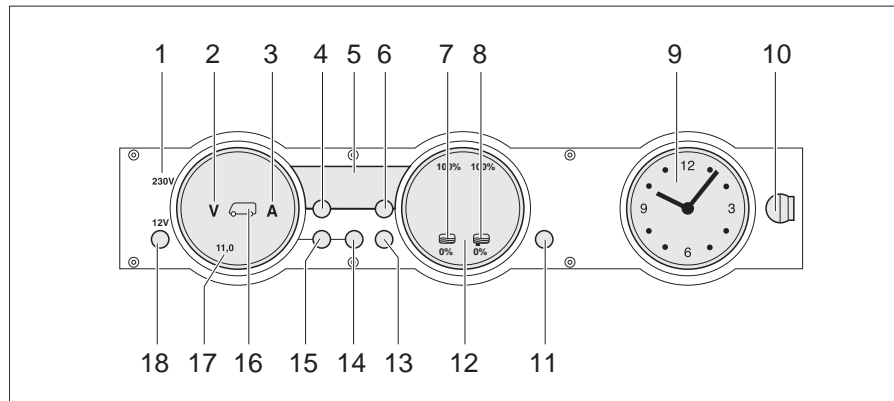

Bild 170 Panel MP 20-T
230 V-kontrollampan (Bild 170,1) lyser när nätspänningen ligger på el-blockets ingång.
Med huvudbrytaren 12 V (Bild 170,18) kopplas panelen och bodelens 12 V-försörjning till eller från.
- Tryck kort på knappen "12 V" (Bild 170,18). 12 V-försörjningen för bodelen är påslagen. Kontrolllampan "12 V" lyser.
- ▷ Efter aktivering av försörjningen: om lysdioden "11,0" för voltindikeringen samt symbolen volt "V" (Bild 170,2) på indikeringsinstrumentet för batterierna (Bild 170,17) blinkar är bodelsbatteriets spänning för låg. Ladda batteriet.
- ▷ Efter aktivering av försörjningen: om kontrolllampan "12 V", symbolen bodelsbatteri (Bild 170,16) och symbolen volt "V" (Bild 170,2) blinkar tre gånger är batterifrånkopplingen aktiverad. Avaktivera batterifrånkopplingen.
- Tryck kort på knappen "12 V" (Bild 170,18). 12 V-försörjningen för bodelen är avstängd. Kontrolllampan "12 V" slocknar.
- Tryck på knappen bodelsbatteri (Bild 170,14) och håll den intryckt i ca 10 sekunder. Symbolerna volt "V" (Bild 170,2) och ampere "A" (Bild 170,3) blinkar tre gånger. Bodelsbatteriet är frånkopplat från 12 V-nätet.
- Tryck på knappen "12 V" (Bild 170,18) och håll den intryckt i ca 5 sekunder. Symbolen volt "V" (Bild 170,2) blinkar tre gånger. Bodelsbatteriet är anslutet till 12 V-nätet. Kontrolllampan tänds efter ca 2 sekunder.
- Tryck på knappen bodelsbatteri "🔋" (Bild 170,14). Symbolen volt "V" (Bild 170,2) lyser. Symbolen ampere "A" är vit eller röd beroende på laddning eller urladdning. Batterispänningen och strömmen för bodelsbatteriet visas via lysdioderna på indikeringsinstrumentet.
- Tryck på knappen startbatteri "🔋" (Bild 170,15). Symbolen volt "V" (Bild 170,2) lyser. Startbatteriets spänning visas via lysdioderna på indikeringsinstrumentet.
- Tryck på knappen tank " (Bild 170,13). Symbolerna vattentank " (Bild 170,7) och avloppstank " (Bild 170,8) lyser. Nivån i vattentanken (vänster skala) och i avloppstanken (höger skala) visas via lysdi-oderna på indikeringsinstrumentet.
Symbolen volt "V" (Bild 170,2) och lysdioden "11,0" blinkar när batteriets spänning sjunker under 11 V (mätning under pågående drift) och det finns risk för en djupurladdning.
Symbolen vattentank  (Bild 170,7) eller symbolen avloppstank  (Bild 170,8) blinkar när vattentanken är tom eller när avloppstanken är full.
Via den digitala indikeringen (Bild 170,5) kan innetemperaturen och utetemperaturen avläsas.
- Tryck på knappen innetemperatur  (Bild 170,4). Innetemperaturen visas.
- Tryck på knappen utetemperatur  (Bild 170,6). Utemperaturen visas.
Indikeringsinstrumentet klocka (Bild 170,9) visar tiden. Klockan har ett eget batteri och är inte ansluten till 12 V-nätet.